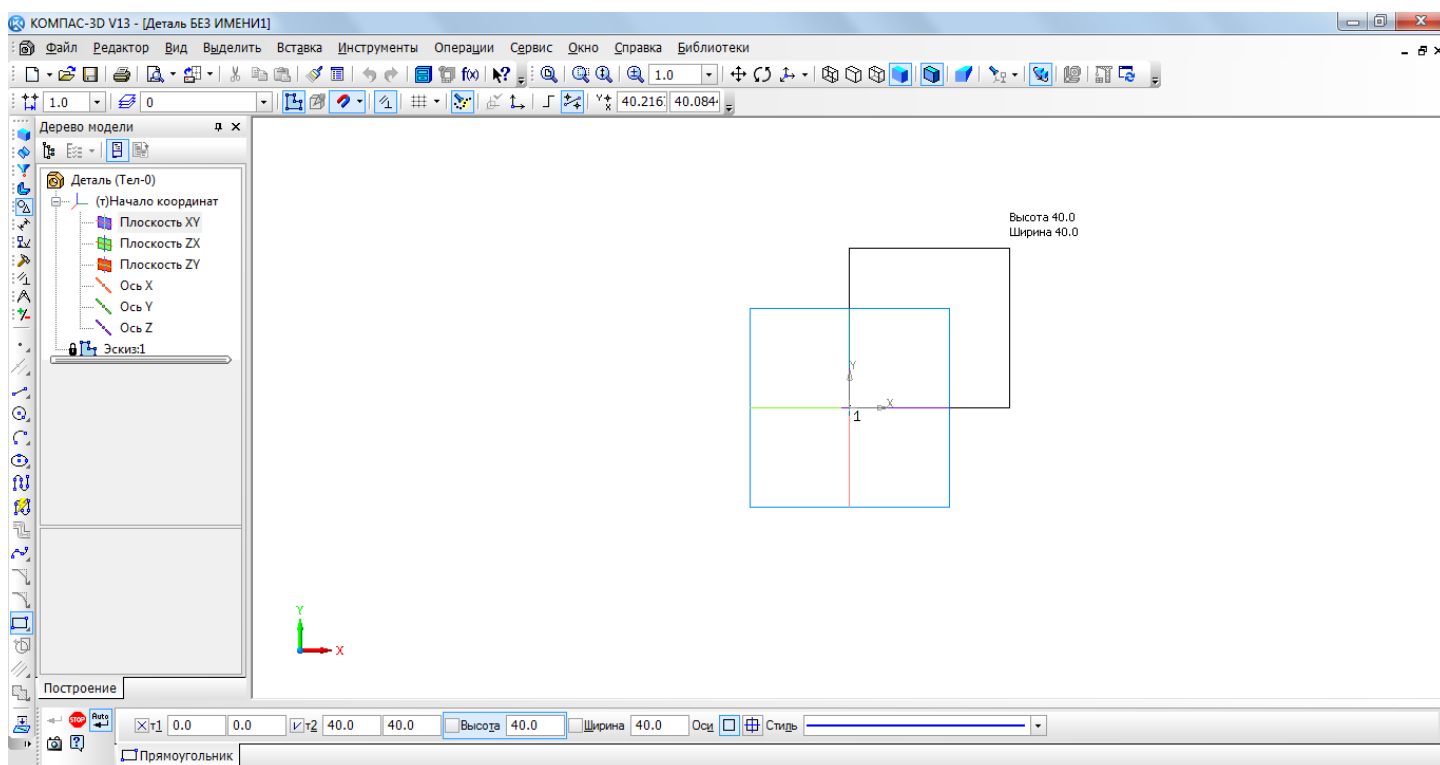

Рис. 2. Построение эскиза
- постройте  – прямоугольник высотой 40 мм и шириной 40 мм (рис. 2);